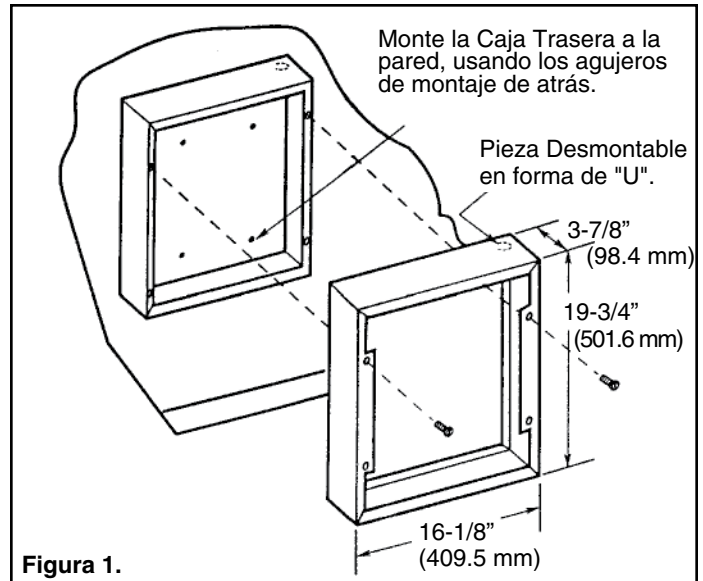

Figura 1.
Instalación de la Caja Trasera con la Armazón de Montaje de Superficie - Cat. No. WIF-SMFL-W o WIF-SMF-S (Estudie la Figura 1)
- a. Tienda un cable de la fuente de potencia hasta que quede adentro del área de la esquina de mano derecha superior de la armazón de montaje que se muestra en la figura 1.
- c. Asegure la armazón en su posición sobre la caja con los tornillos que se han provisto, como se muestra en la figura 1